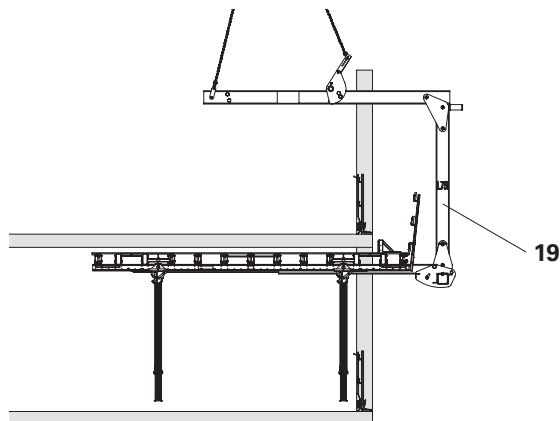

Fig. A10.04
2. Abbassare il tavolo per solai di ca. 20 cm e prelevarlo con le forche di sollevamento tavoli (19). (Fig. A10.04)